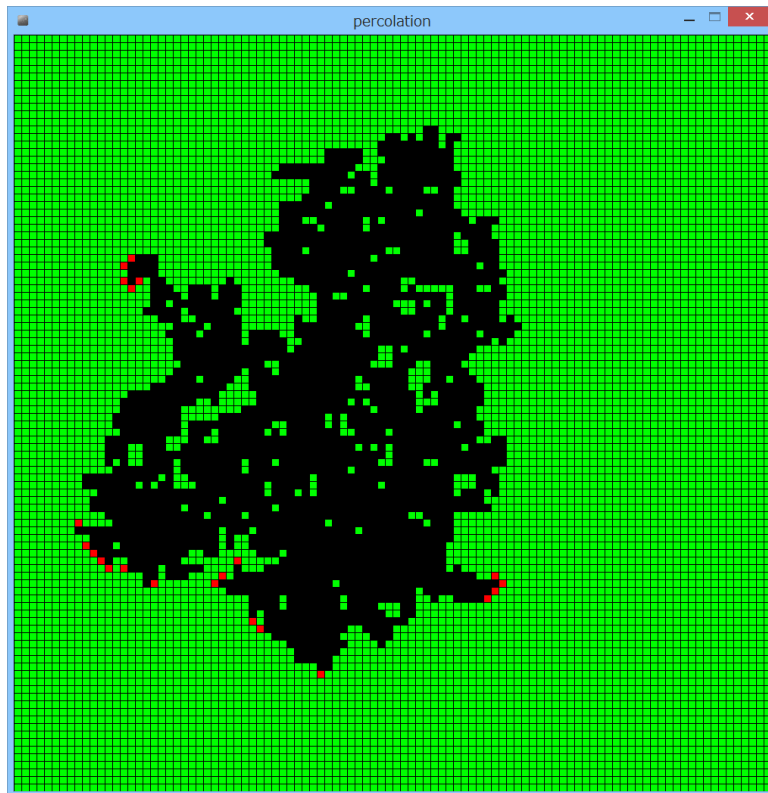

図 3.16: ハーパーレーションシミュレーション: $N = 100, p = 0.5$, タイムステップ 100 の状況
- タイムステップ $t=0$ において、全ての格子点には木が生えていて (状態 1)、中心の 1 つの格子点のみ火事 (状態 2) であるとする。その後のタイムステップにおける格子点の状態をシミュレーションして可視化せよ。ここで、焼野原 (状態 0) は黒、木が生えている (状態 1) は緑、火事 (状態 2) は赤で表すものとする。図 3.16 に参考図を示す。
図 3.16 を作成した Processing スケッチの外部変数の定義部分のみヒントとして載せておく (この方法に沿うのがベストとは限らない). ここでは 2 次元配列を定義しているが, 1 次元配列も同様に定義できる. N が 100 を超えるくらい大きくなると, $N \times N$ の格子を 1 フレームごとに全部描画すると, 時間がかかりすぎて計算が 1 フレームに追いつかなくなる. 状態が変化した格子のみ色を書き換える工夫が必要である.